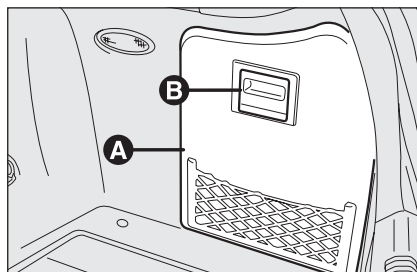

fig. 42
- aprire lo sportello laterale destro (ove previsto) **A-fig. 42** agendo sulla maniglia **B**;